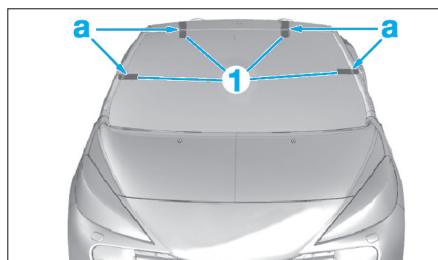

FIG. 17
- Dans le cas de la récupération du pare-brise, centrer celui-ci et positionner des rubans adhésifs (1), comme montré ci-dessus en "a" (**Fig.17**).